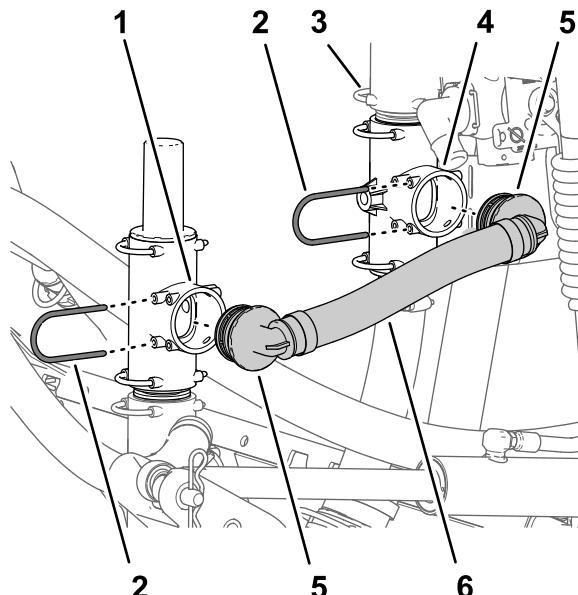

Figura 10
2. Sujete el acoplamiento en T de 90° con la horquilla de retención (Figura 10) que retiró en el paso 2 de Retirada de las mangueras \(página 6\).
3. Alinee el otro acoplamiento de 90° de la manguera de alivio de presión con el orificio abierto del acoplamiento en T inferior (sujeto al panel de montaje de las válvulas) e introduzca el acoplamiento de 90° hasta que quede bien asentado (Figura 10).
4. Sujete el acoplamiento de 90° al acoplamiento en T superior con la horquilla de retención (Figura 10) que retiró en el paso 2 de Retirada de las mangueras \(página 6\).
1. Alinee el acoplamiento de 90° de la manguera de alivio de presión con el orificio abierto del acoplamiento en T superior (situado debajo de la válvula de alivio de presión), e inserte el acoplamiento de 90° hasta que quede bien asentado (Figura 10).
4. Sujete el acoplamiento dentado recto a la válvula del eyector (Figura 10) con una horquilla de retención.